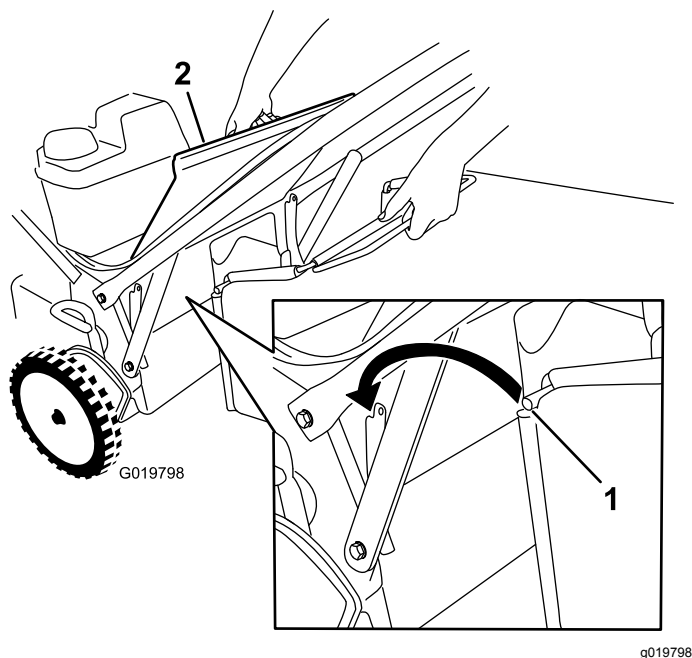

Figure 23
1. Soulevez le déflecteur arrière et gardez-le dans cette position (Figure 23)
3. Placez la tige du bac dans les crans à la base du guidon et agitez le bac d'avant en arrière pour vous assurer que la tige est bien engagée au fond des deux crans ; voir Figure 23.